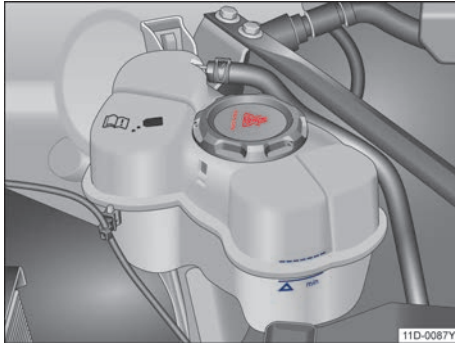

图 147 冷却液补偿容器上的液位标记
- 电驱动装置处于冷态时检查冷却液液位是否处在补偿容器侧面的标记范围内。→ 图 147